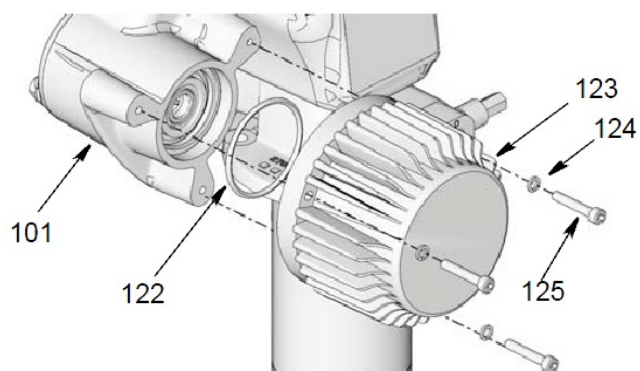

Рис. 50
2. Нанесите тонкий слой смазки на О-образное кольцо (122). Установите О-образное кольцо в мотор (123) (рис. 50).
3. Установите новый мотор (123) с помощью
винта (125) и шайбы (124) (рис. 50). Надежно зафиксируйте винт с помощью монтажного ключа. Затяните до достижения момента 17-19 фунт-футов (23-25 Н.м).